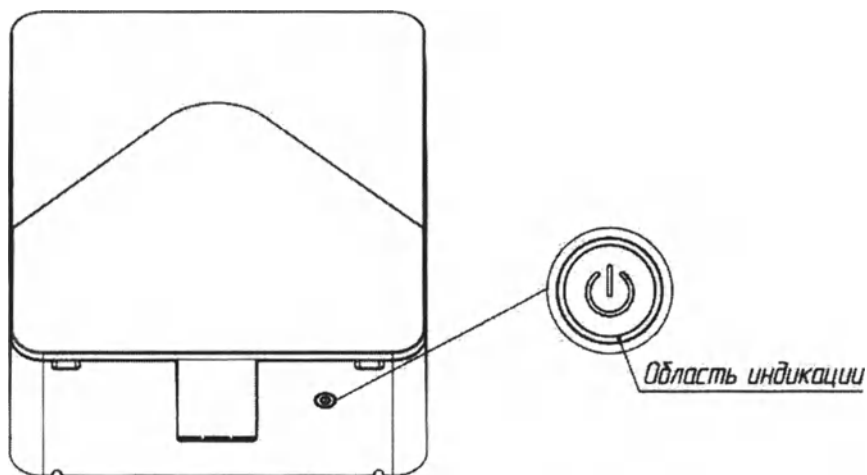

Рисунок 5.1 — Кнопка управления
5.1.2 Включение и отключение прибора осуществляется при помощи однократного нажатия кнопки управления, расположенной на торцевой панели прибора рядом с входной распределительной решеткой (рисунок 5.1).
5.3.1 При помощи кнопки управления (рисунок 5.1) на приборе осуществляется перевод между режимами «Ожидание» и «Работа», а также перевод прибора из режима «Ожидание» в «Сопряжение» для подключения к нему пульта дистанционного управления (ПДУ).